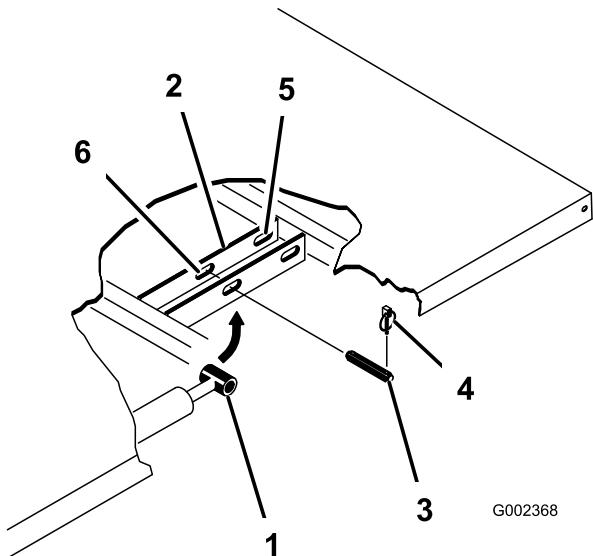

図 3
- シリンドラの外側端部からリンチピンを外す(図 3)。
3. シリンダロッドの端部を荷台取り付けプレートのスロットに固定しているクレビスピンドルを外す(図 3)。